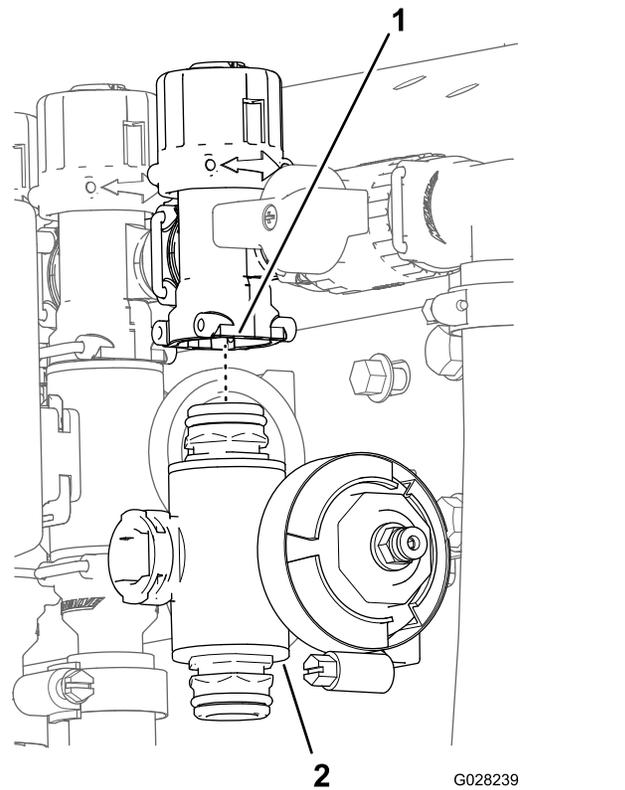

图70
- 3. 对于左或右喷洒臂段阀卸下将喷洒臂段阀固定至阀安装座的凸缘头螺栓和凸缘锁紧螺母然后从机器中拆下阀歧管对于中间喷洒臂段阀从机器中拆下喷洒臂段阀歧管图70。